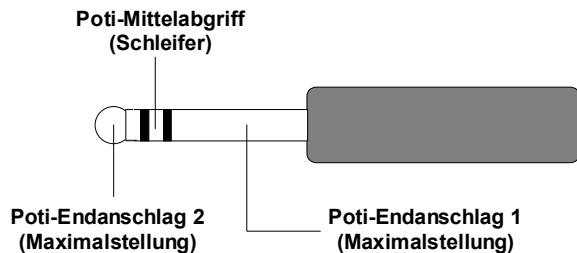

Abb. 1: Anschlußschema für Fußregler
③ Foot Ctr. 1 • ⑤ Foot Ctr. 2
An die **Eingangsbuchsen** ③ und ⑤ schließen Sie die Fußregler an. Das Anschlußschema für die 6.3 mm Stereo-Klinkenbuchsen sehen Sie in Abb. 1.